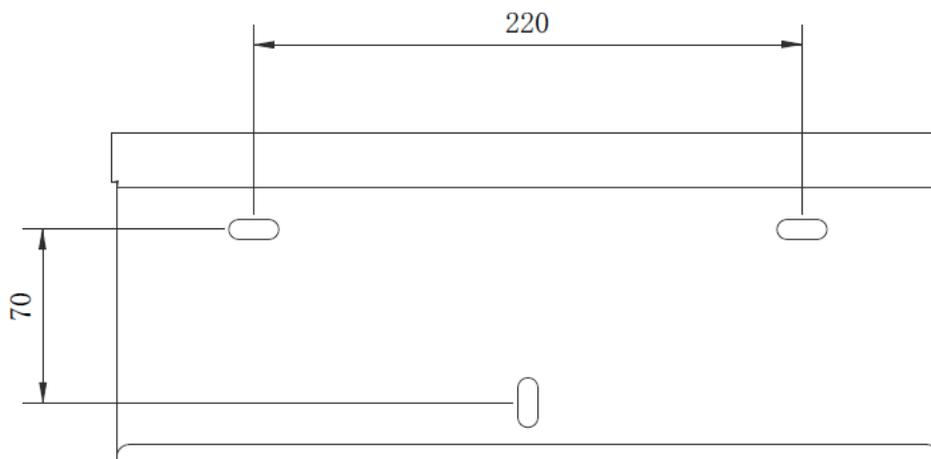

Рисунок 7. Монтаж инвертора на стене. Размеры указаны в мм.
2. Убедитесь, что кронштейн размещен на стене ровно, а монтажные отверстия (см. Рисунок 7) расположены правильно. Просверлите отверстия в стене согласно разметке.
4. Поднимите инвертор (будьте осторожны, чтобы избежать деформации корпуса) и совместите боковые ребра инвертора с выпуклой частью кронштейна. Повесьте инвертор на кронштейн и убедитесь, что инвертор надежно закреплен (см. Рисунок 7).